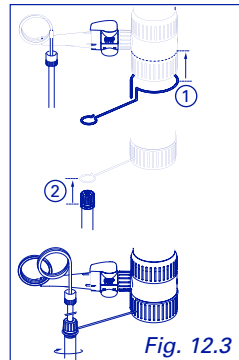

Fig. 12.3
- 3 Montare il supporto del beccuccio (Fig. 12.3)
- 3 Instalar el soporte de la boquilla (Fig. 12.3)
- 3 Instalar o suporte do bico (Fig. 12.3)